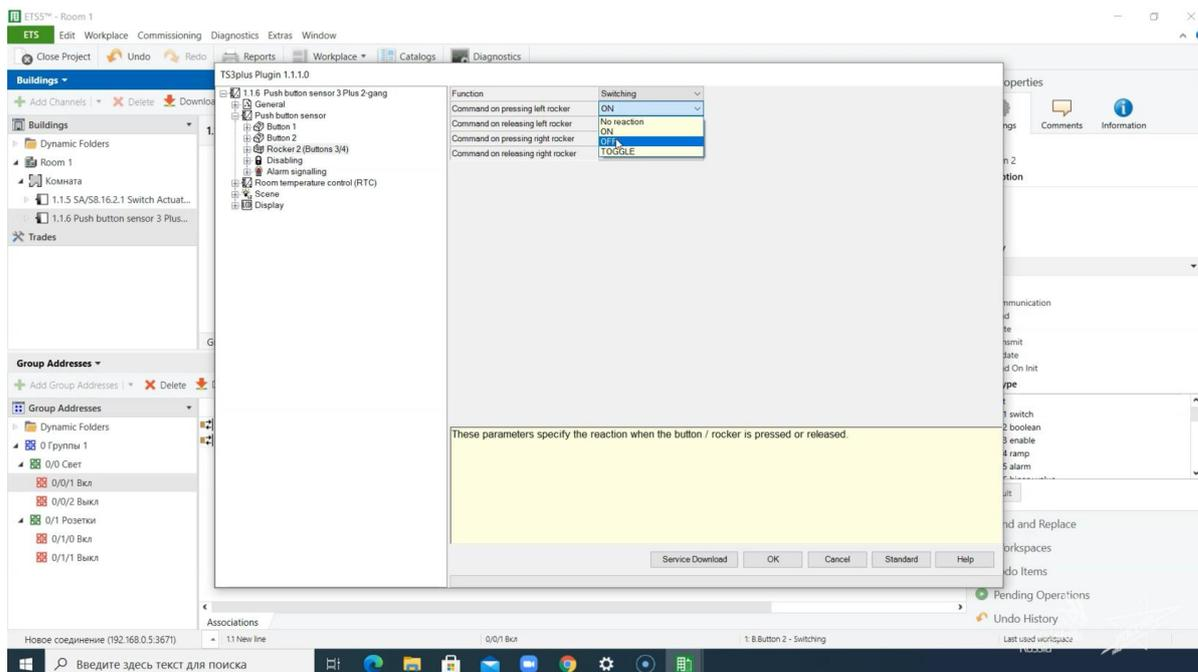

Рисунок 10 – Создание центральной функции отключения всех элементов
4. Создаем центральную функцию отключения всех элементов. Для этого снова переходим во вкладку Parameter и настраиваем Rocker 2 на отключение (рис. 10).